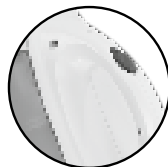

Imagen 4: interruptor en posición Off
- Antes de cargar el acumulador, compruebe que el aparato está desconectado (ver imagen 4).